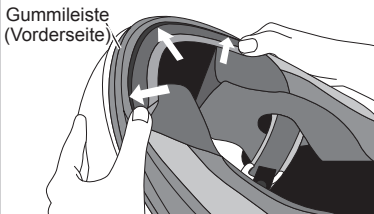

Abb.3
3. Setzen Sie das Zwischenfutter des Windabweisers-2 wie in Abb. 3 gezeigt gleichmäßig in die Innenseite der Gummileiste ein, und zwar von beginnend von beiden Seiten aus in Richtung Mitte.